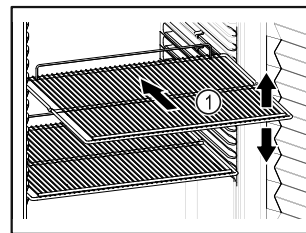

Fig. 62 Príklad zobrazenia
- ❑ Ak sa dajú odkladacie rošty Fig. 62 (1) premiestniť, prispôbte výšku.